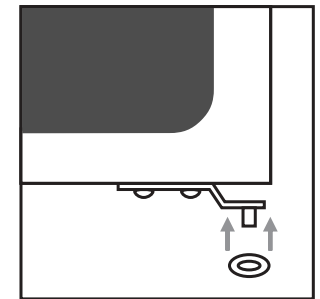

Abb. 7c
- Die Tür in das untere Scharnier schieben. Den Ring zwischen Scharnier und Scharnierhalterung legen (siehe Abb. 7c).